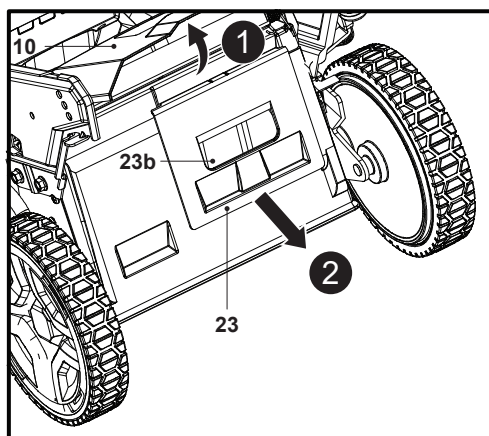

Fig. 15
2. Maintenir la poignée encastrée (23b) et extraire l'obturateur mulching (23) de la goulotte d'éjection arrière (21), puis retirer l'obturateur mulching (23) (Fig. 15).